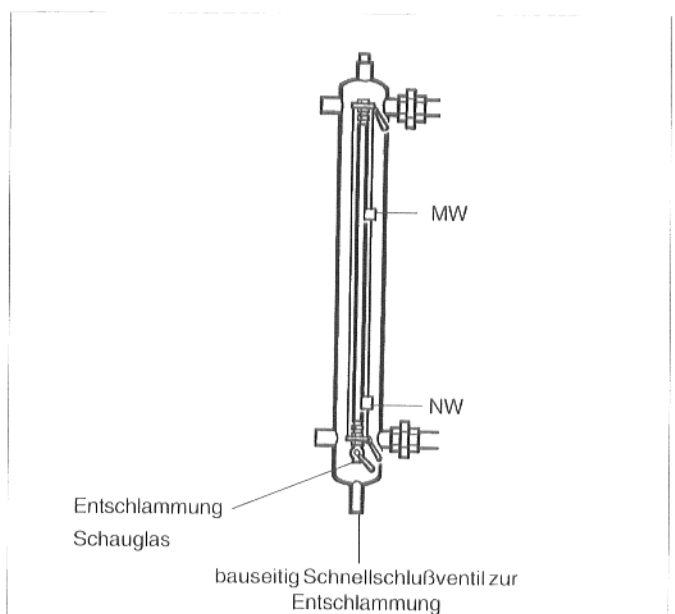

Abb. 49 Dampfmaschine
- Die Dampfflasche ist an den in Abb. 49 gezeigten Punkten durch Öffnen der Ventile zu entschlammern.